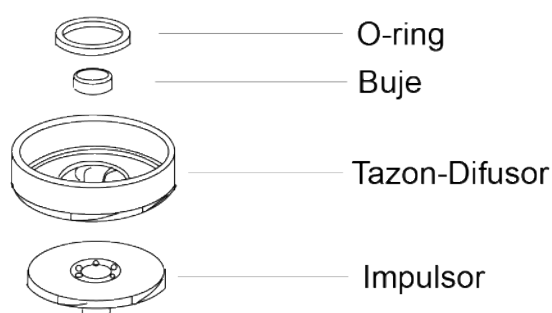

Figura 2.
- Para las bombas de 4" debe aflojar el tornillo de la flecha y su arandela, ya que estos fijan el cuerpo hidráulico. Después se procede a retirar el conjuntos impulsor-tazón. Vea la figura 2